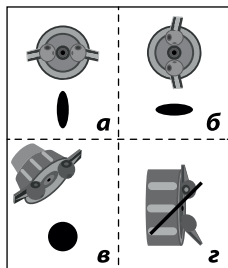

Рис. 3
- а) горизонтально - для формирования вертикального факела при окраске вправо-влево (Рис. 3а);
- б) вертикально - для формирования горизонтального факела при окраске вверх-вниз (Рис. 3б);
- в) разведите сопла краскораспылителя под углом 180° (ориентация неважна) – для формирования круглого факела при окраске углов, ребер и труднодоступных поверхностей (Рис. 3в).
ВНИМАНИЕ! Во избежание повреждения изделия и плохого качества работы всегда устанавливайте оба сопла в одинаковое положение (Рис. 3г).